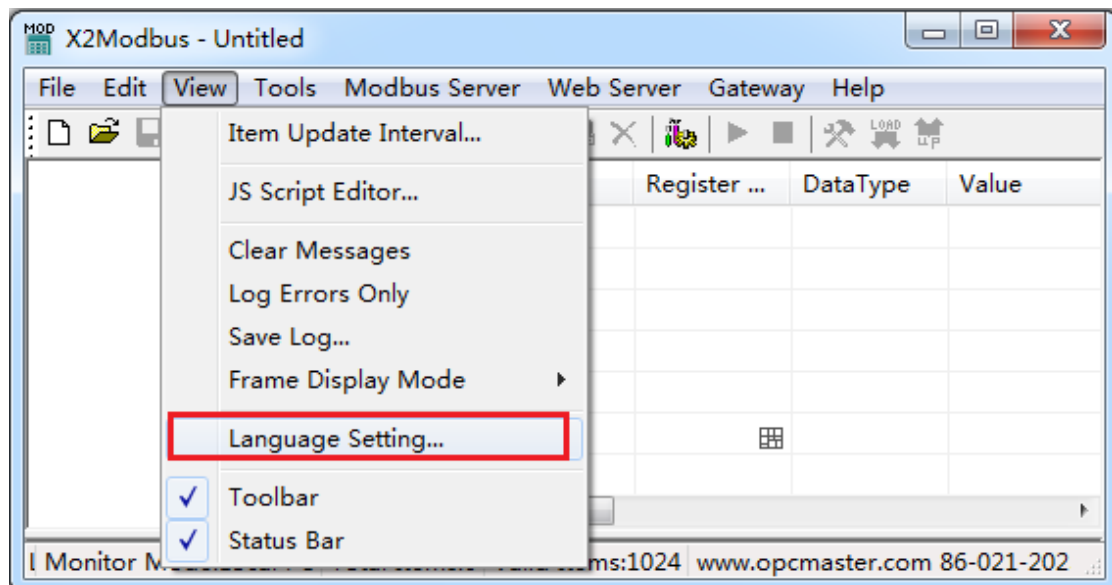

图 1-1 选择操作语言设置
1.此版本是 2.0 版本，相比之前的 1.0 版本，最重要的变化是这个版本支持多国语言切换，用户可以根据自己的操作习惯选择操作语言，如下图 1-1